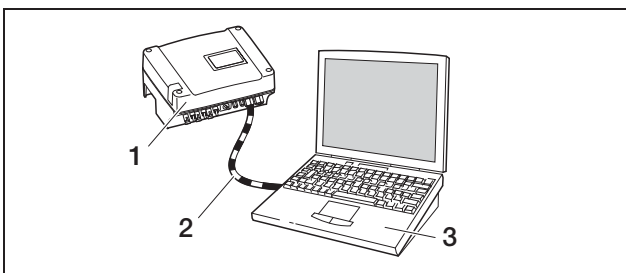

Abbildung 23: Wechselrichter und Computer mit Crossover-Kabel verbinden
- b) direkt über ein sog. Crossover-Kabel (siehe Abbildung 23).
Sie benötigen ein Crossover-Kabel nur dann, wenn Sie den Wechselrichter direkt, das heißt ohne Switch/Hub, mit einem Computer verbinden (Abbildung 23).